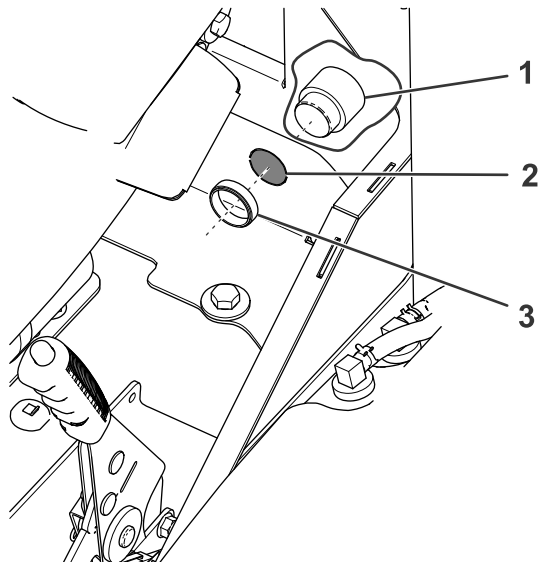

Figura 4
1. Retire la zona troquelada del panel situado detrás del freno de estacionamiento (Figura 4).
2. Retire la tuerca de plástico de la alarma y utilícela para fijar la alarma a través del hueco dejado por la zona troquelada (Figura 4).